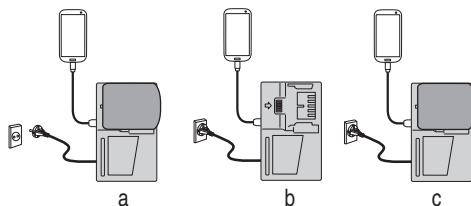

Fig. 12
- (1) Seleccione un método de carga. Dependiendo del método de carga seleccionado, tanto si la batería se ha insertado en el cargador o si el cable de alimentación está enchufado a una toma de corriente.
- Carga de un dispositivo USB mediante batería (Fig. 12-a)
- Cargar un dispositivo USB desde una toma de corriente eléctrica (Fig. 12-b)
- Cargar un dispositivo USB y su batería desde una toma de corriente eléctrica (Fig. 12-c)